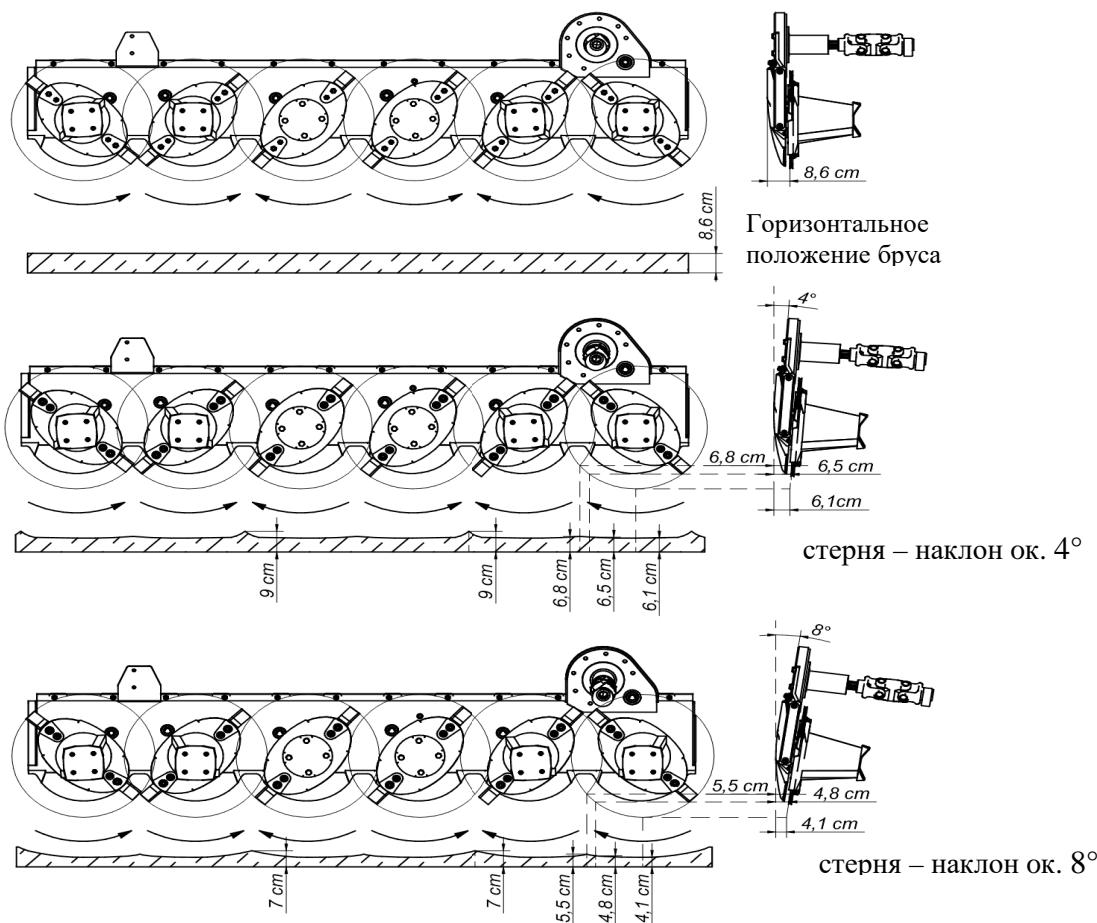

Рис. 15. Рельеф стерни при углах наклона режущего бруса: 0° , 4° и 8°
2. Нормальным явлением является неровный рельеф стерни после скашивания трав, в частности полеглых. Прямой травостой скашивают при горизонтальной установке режущего аппарата по отношению к земле. Но даже в этом случае стерня смотрится хуже, чем после применения барабанных косилок, появляются недокосы (см. **Рис. 15**). В дисковых косилках ножи расположены горизонтально по отношению к земле или под углом 8^0 , в то время как в барабанных они наклонены под углом до 23° . Поэтому дисковые оставляют недокосы.